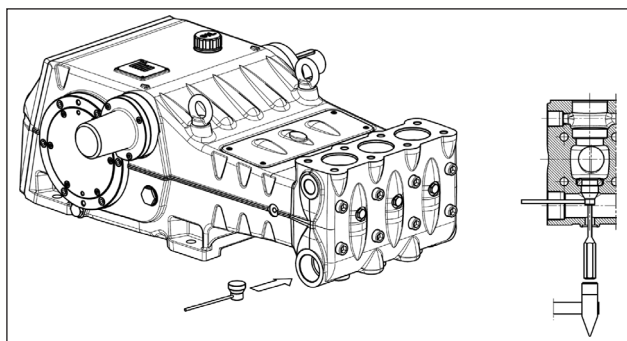

Fig. 113
Qualora l'estrazione del gruppo valvola di aspirazione risultasse particolarmente difficoltosa (ad es. per incrostazioni dovute ad un prolungato inutilizzo della pompa) utilizzare l'attrezzo estrattore cod. 27516200 (per LK36-LK40-LK45) o cod. 27516300 (per LK50-LK55-LK60) (pos. ①, Fig. 113) ed agire come indicato.